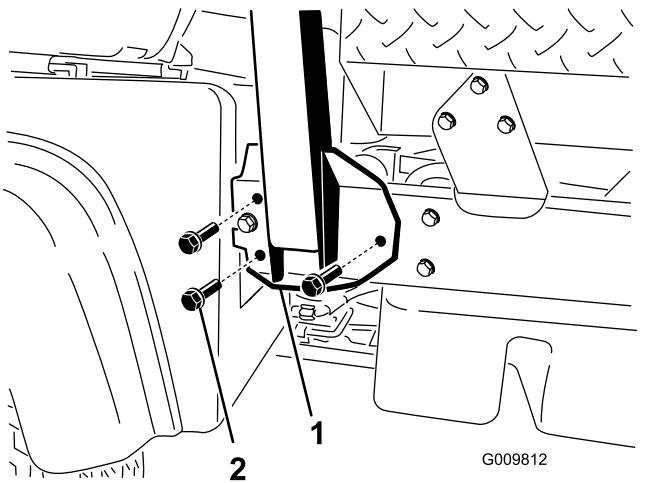

図 4
2. ROPSの両サイドを車両フレーム側面の取付け穴に揃える図4。
3. ROPS 固定ブラケットを車体フレームに固定するフランジヘッドボルト  $\frac{1}{2} \times 1\frac{1}{4}"$  3本を使用する。図4